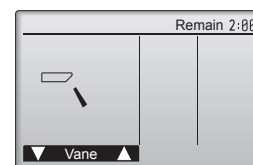

Fig. 7-4
- ② Tryk på knappen [VÆLG] for at få vist driftsskærmen Vane (vingedrift), og tryk derefter på knapperne [F1] og [F2] for at kontrollere autovingen. (Fig. 7-4)